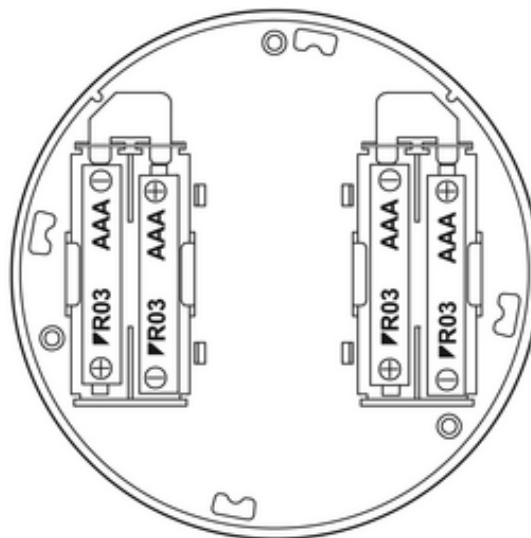

Bild 8
- Neue Batterien einlegen. Dabei auf die korrekte Polarität achten (Bild 8).